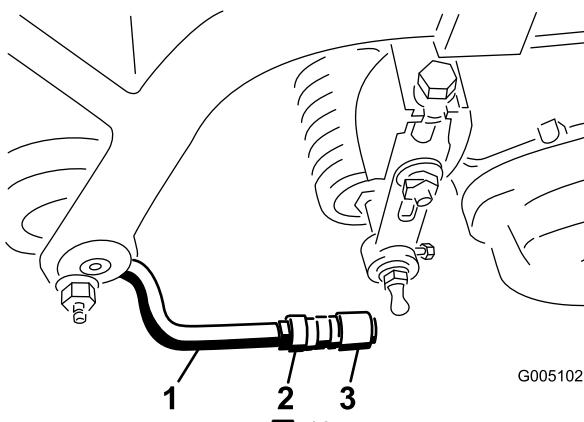

図 13
- ソケットの開口部とボールスタッドの中心を合わせ、ジャムナットを締めてソケットを固定する(図 13)。